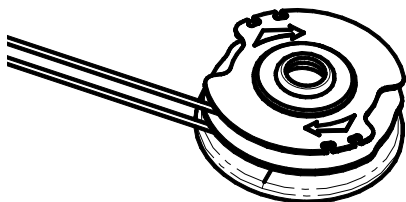

Fig.23
4. Embobiner le fil dans la bobine en tournant la bobine dans le sens des flèches tel que montré sur la Fig. 23.